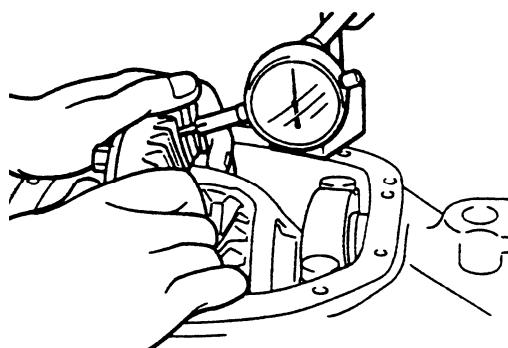

图 4-132 三处检查背隙
(6) 装入轴承盖，确定盖子上的字母与差速器上字母吻合，锁紧轴承盖螺栓。
(7) 依图 4-132 所示使用千分表检查并取得三处从动大齿轮与驱动小齿轮背隙。背隙值应在 0.125-0.250mm 之间且三处数值误差值不能超过 0.075mm。